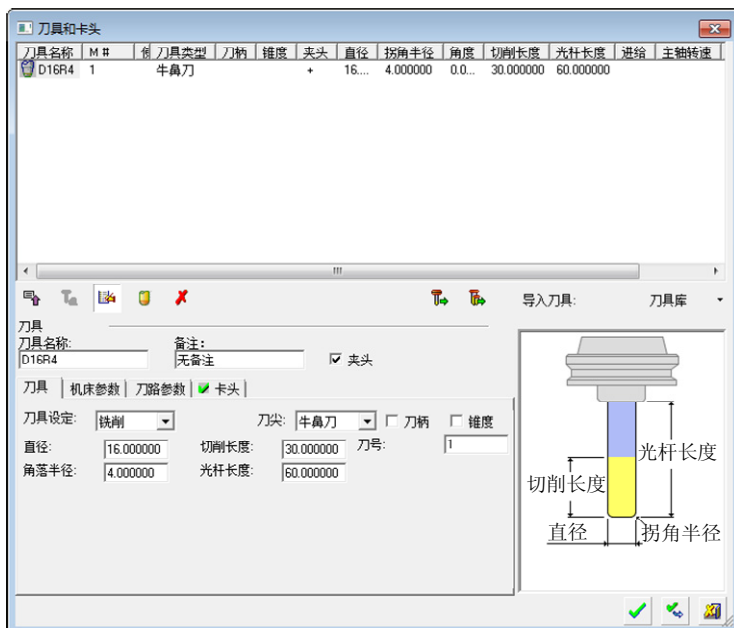

图 4-74 “刀具库”对话框
- 单击新刀具按钮, 设置刀具参数如图 4-74 所示。依次单击确定按钮, 完成刀具创建。